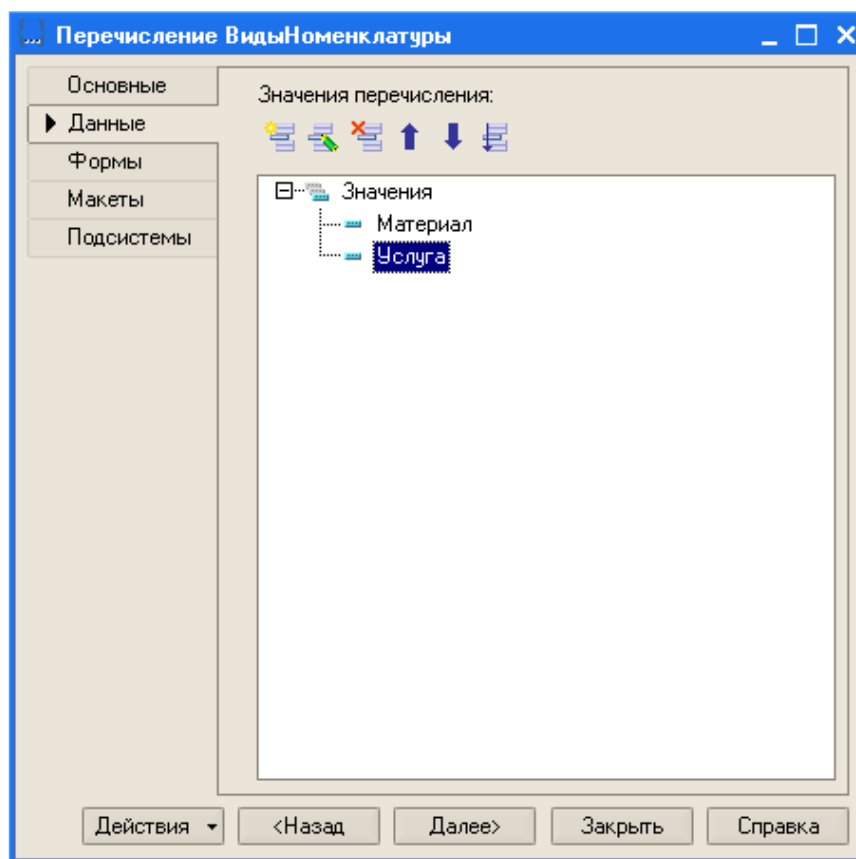

Рис. 1. Данные перечисления «ВидыНоменклатуры»
2. На закладке Данные добавьте два значения перечисления: Материал и Услуга (рис. 1).